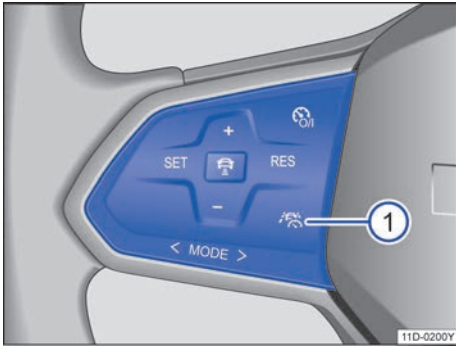

图 105 多功能方向盘左侧：操作半自动驾驶辅助系统 (Travel Assist) 的按钮
如果在多功能方向盘上有 → 图 105 ① 按钮，则说明车辆具有半自动驾驶辅助系统 (Travel Assist)。
1. 按压多功能方向盘上的按钮 → 图 105 。
1. 频繁按压按钮 → 图 105 ，直到在组合仪表显示屏中选择了半自动驾驶辅助系统 (Travel Assist)。
1. 频繁按压按钮 → 图 105 ，直到在组合仪表显示屏中选择了所需的系统。 ▶